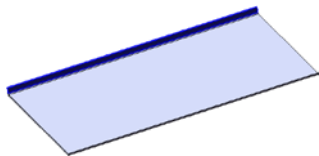
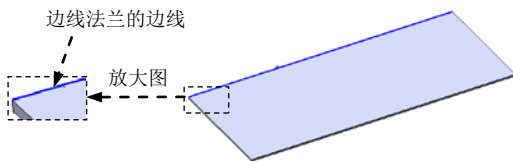

图 6.4 边线—法兰 1
图 6.5 边线法兰的边线
Step3. 创建图 6.4 所示的钣金特征——边线—法兰 1。
(1) 选择命令。选择下拉菜单 **插入(I)** → **钣金(B)** →  **边线法兰(E)...** 命令 (或单击“钣金”工具栏中的“边线—法兰”按钮 )。
(2) 定义特征的边线。选取图 6.5 所示的模型边线为生成的边线法兰的边线。
(3) 定义法兰参数。
① 定义法兰角度值。在 **角度(G)** 区域的  文本框中输入角度值 90.0。
② 定义长度类型和长度值。在“边线—法兰”对话框的 **法兰长度(L)** 区域的下拉列表中选择 **给定深度** 选项, 在  文本框中输入深度值 1.0。在此区域中单击“外部虚拟交点”按钮 。
③ 定义法兰位置。在 **法兰位置(N)** 区域中, 单击“材料在外”按钮 。
(4) 单击  按钮, 完成边线—法兰 1 的创建。